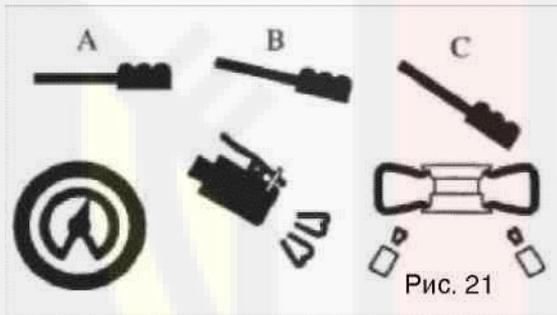

Рис. 21
- Нажмите педаль до среднего положения (В – Рис. 21).
- Если не удается достичь приемлемой посадки борта шины из-за его чрезмерной жесткости, поднимайте шину вручную до тех пор, пока ее верхний борт не сядет плотно на обод, после чего нажмите педаль до упора (С – Рис. 21). Через сопла в направляющих элементах будет выпущена мощная струя воздуха, обеспечивающая плотную посадку борта шины.
- Освободите шину; установите педаль в среднее положение (В – Рис. 21) и продолжайте накачку короткими впрысками воздуха, постоянно контролируя давление между впрысками, до достижения необходимой величины давления.